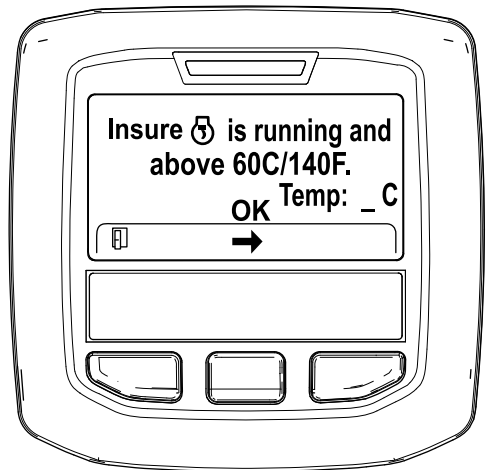

Figura 45
5. Si la temperatura del refrigerante está por debajo de 60°C (140°F), aparece el mensaje "Insure ☺ is running and above 60C/140F" (Asegúrese de que funciona y esté por encima de 60 °C/140 °F). (Figura 45).